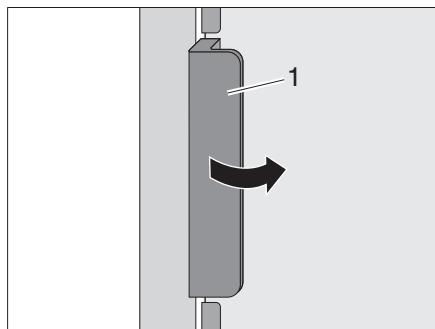
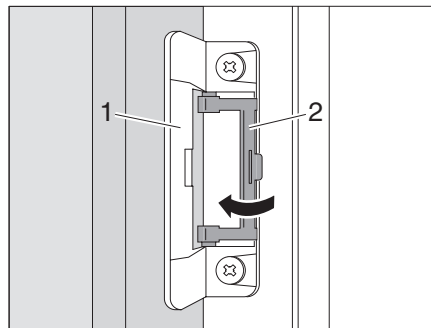

Fig. 90 Abrir la puerta del frigorífico
Fig. 91 Bloquear la posición de ventilación
- ▶ Abrir la puerta del frigorífico con el tirador (Fig. 90,1). El bloqueo (Fig. 91,1) se abre automáticamente.
- ▶ Soltar el bloqueo (Fig. 91,2).